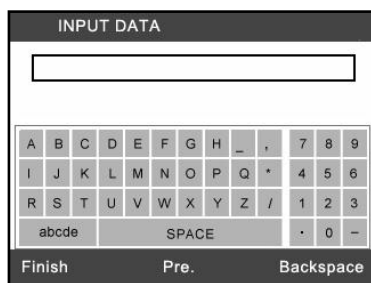

Figura 6.14
**[Mostrar]:** Pulse este botón para que aparezca un teclado en pantalla para facilitar su entrada. (Figura 6.14)